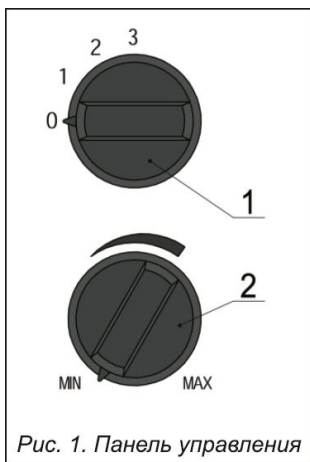

Рис. 1. Панель управления
1. Перед включением теплового вентилятора в сеть ручка переключателя режимов должна находиться в положении «0», а ручка терморегулятора 2 повернута в крайнее положение против часовой стрелки (рис. 1)